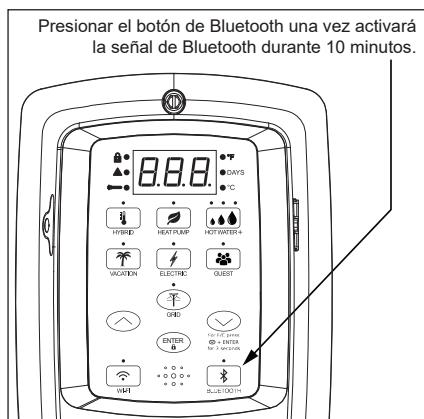

Figura 30 - Control de Bluetooth.
- Para activar la señal de Bluetooth, presione el botón Bluetooth una vez. El LED parpadeará en intervalos de 1/2 segundo. El Bluetooth activará el modo de emparejamiento (Figura 30).